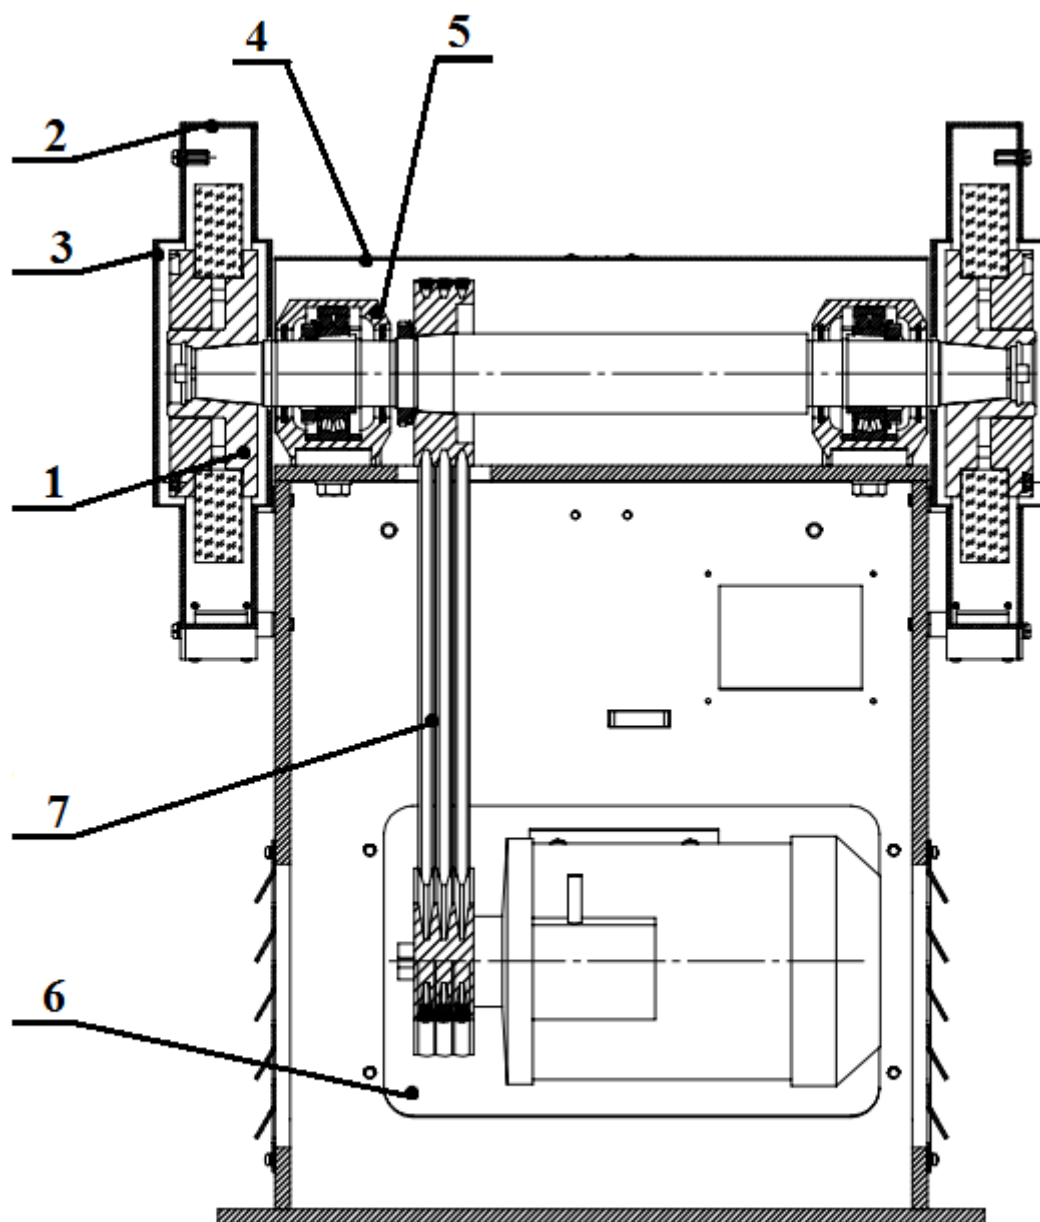

Рис. 8 Станок в разрезе.
11.4 Смена ремней привода шпинделя производится в следующем порядке (см. рис. 8):